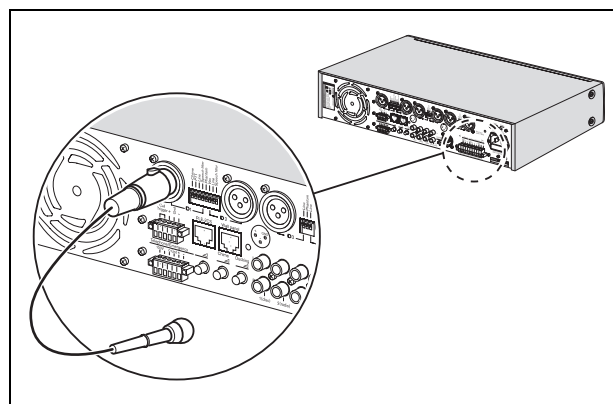

Abbildung 4.2: Nur XLR-Verbindung
- Nur XLR-Verbindung. Siehe Abbildung 4.2.